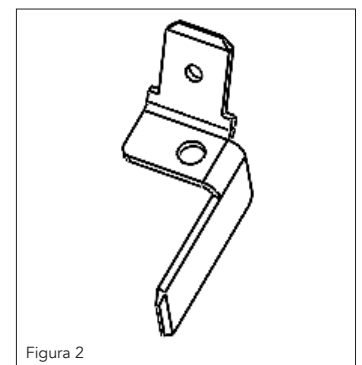

Figura 2
- Reemplace las terminales con las que se suministran en la bolsa. (Figura 2)